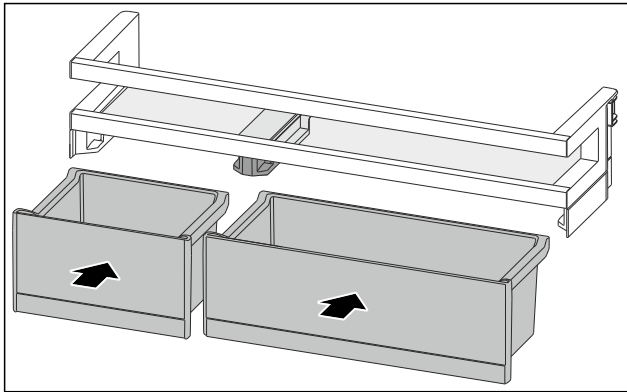

Fig. 143
- Installer les VarioBoxes dans l'agencement inverse. (voir Fig. 143)